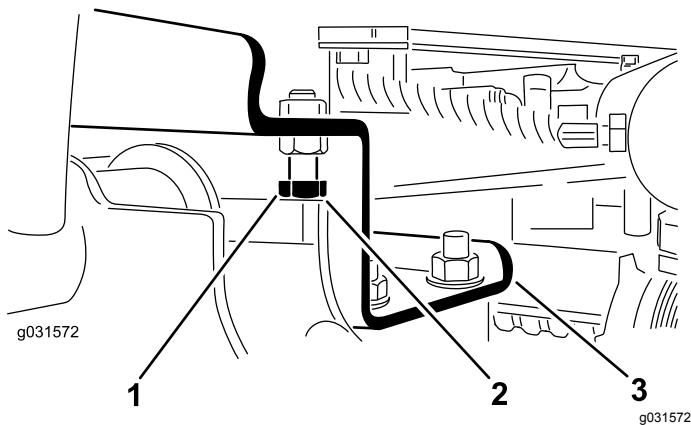

Bild 11
- A. Drehen Sie die Anschlagsschrauben heraus (Bild 11).
2. Stellen Sie sicher, dass der Abstand zwischen jedem Hubarm und der Anschlagschraube zwischen 0,13 mm und 1,02 mm liegt, siehe (Bild 11).